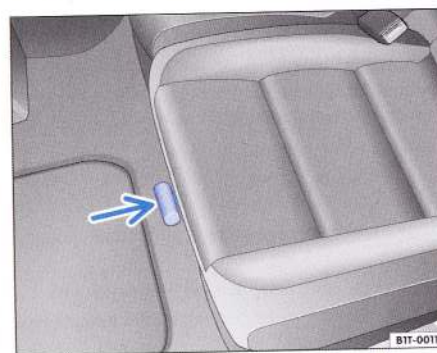

Fig. 59 Reglarea pe lungime a scaunelor din al doilea rând.
- Trageți maneta ⇒ fig. 59 (săgeata) în sus și deplasați scaunul în față sau în spate.